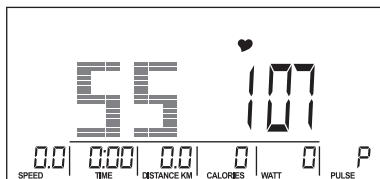
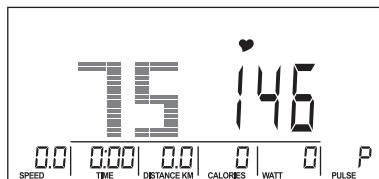
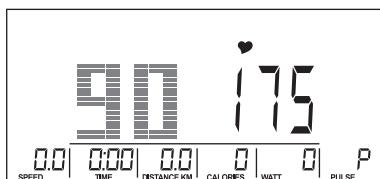
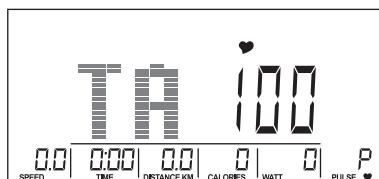

Рис. 15
Рис. 16
Рис. 17
Рис. 18
- Натисніть MODE для підтвердження налаштувань. За допомогою регулятора виберіть максимальну частоту серцевих скорочень 55% (Рис. 15), 75% (Рис. 16), 90% (Рис. 17) або замість вибору рівня можна встановити цільовий пульс TAG (TARGET HRC, значення за замовчуванням: 100) (Рис. 18). Якщо Ви вибрали TAG, використовуйте UP / DOWN (Encoder), щоб встановити значення від 30 ~ 230.